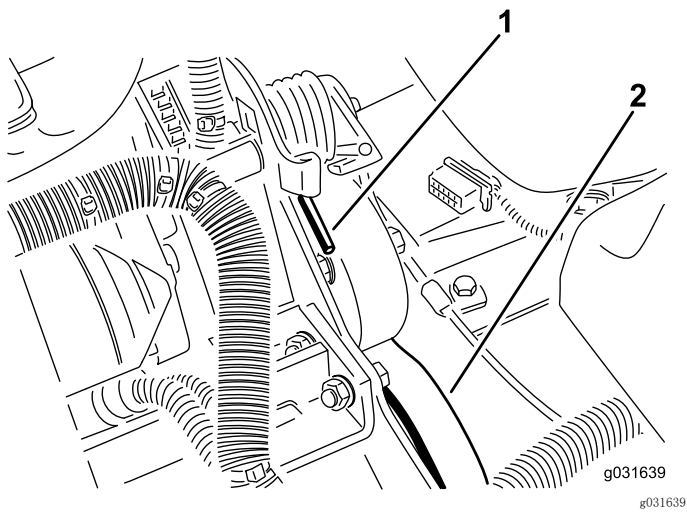

图 62
- 2. 向下向前按弹簧的端部，将其从支架上脱开，释放弹簧上的张紧力（图 62）。